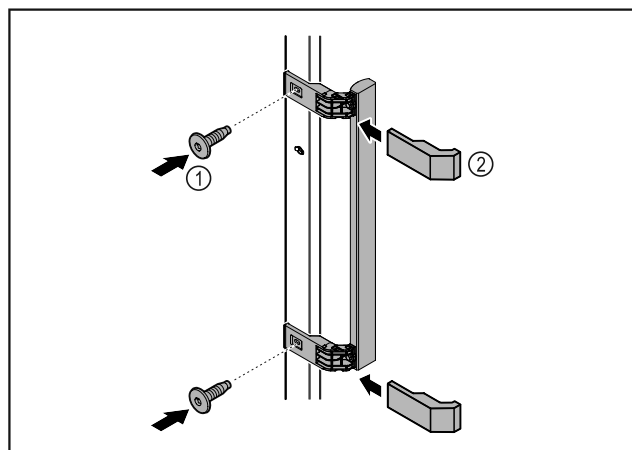

Fig. 6
- ▶ Pritvirtinkite rankeną iš priedų pridedamais varžtais Fig. 6 (1) prie durų.
- ▶ Uždėkite dengiamąjį plokštelę Fig. 6 (2).